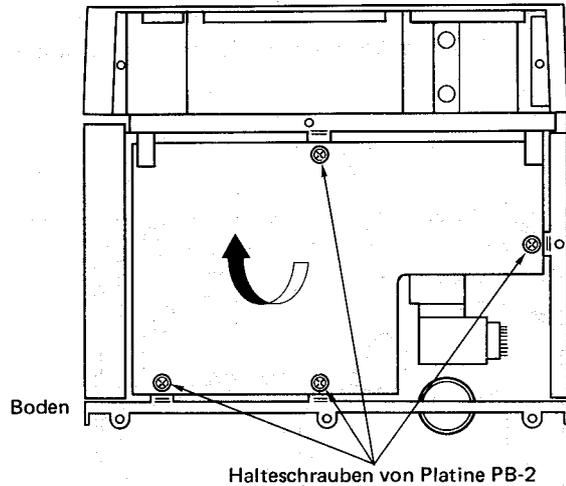

Abb. 7
- 2) Die 7 Halteschrauben von Platine PB-2 lösen (siehe Abbildung 7) und die Platine vorsichtig um etwa 30° drehen.